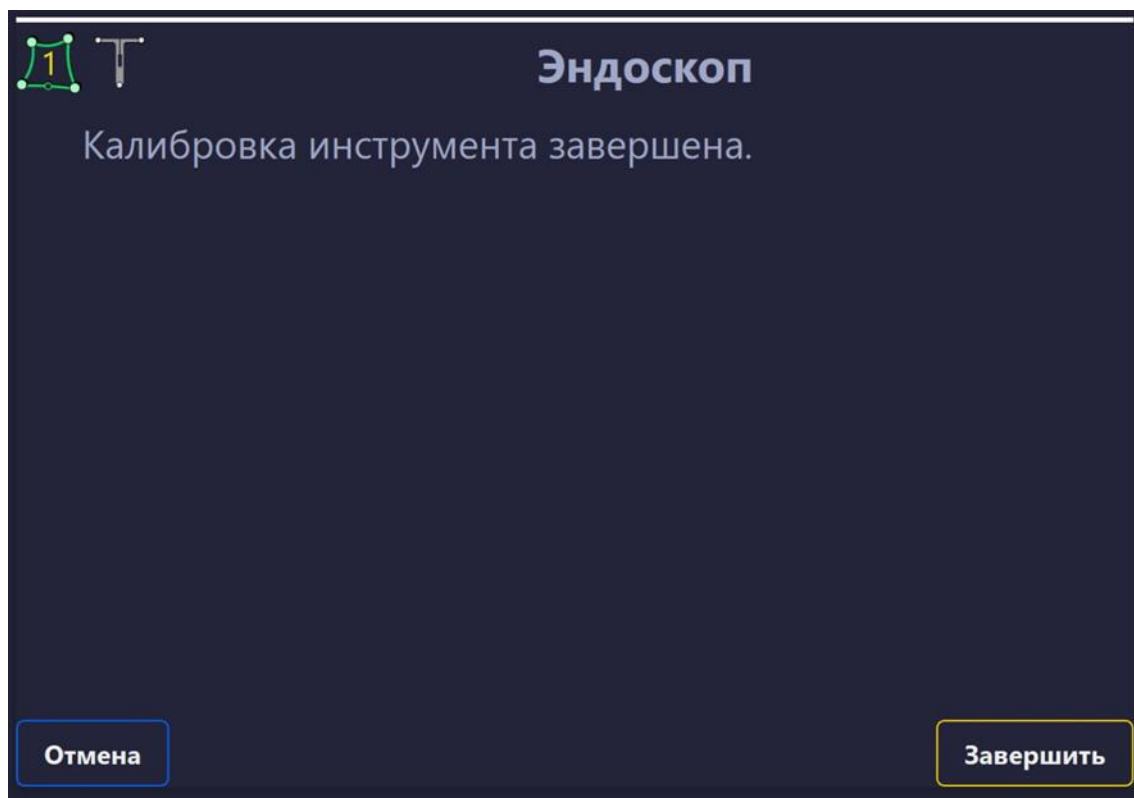

Рисунок 160 – Завершение калибровки инструмента
7. Калибровка инструмента завершена (рисунок 160).